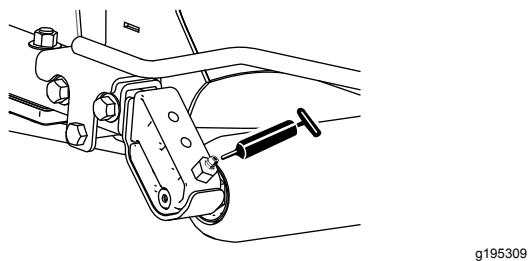

Рисунок 46
- Подшипники заднего валика (по 2 шт. на режущий блок) (Рисунок 46)